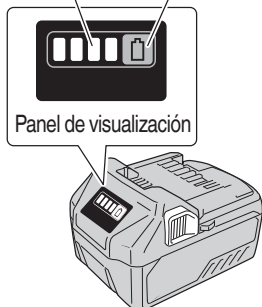

Fig. 12
9. Indicador de batería restante. Puede comprobar la capacidad restante de la batería presionando el interruptor del indicador de batería restante para encender la lámpara indicadora. (Fig. 12, Tabla 5)